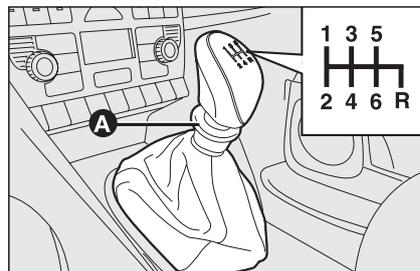

fig. 3
- sollevare il collarino scorrevole **A** - **fig. 2** o **fig. 3** posto sotto il pomello e contemporaneamente spostare la leva verso destra e poi indietro.